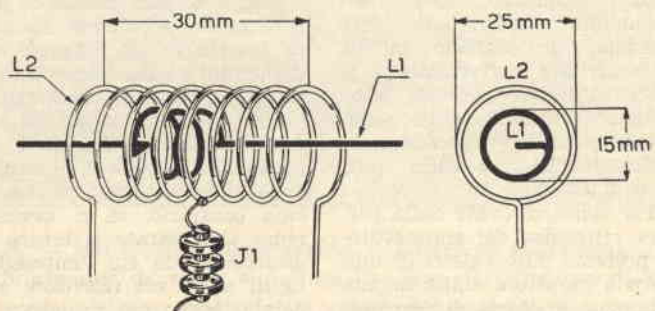

Fig. 20 - Disposizione bobine L1 - L2
- L1 - bobina d'antenna (vedi articolo a fig. 20)
- L2 - bobina di sintonia (vedi articolo a fig. 20)